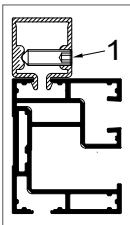

Abb. 18: Führungsschienenhalter mit Klemmschraube
- » Schrauben Sie die Klemmschrauben (1 – Abb. 18) mit einem 4 mm Innensechskantschlüssel fest.